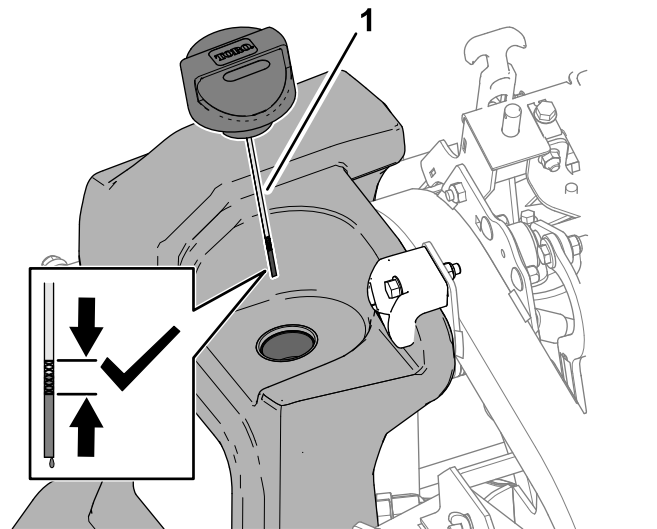

Figura 93
4. Limpie la zona alrededor de la varilla de aceite y el tapón de llenado de aceite (Figura 93).
6. Introduzca la varilla en el depósito (Figura 93).
7. Retire la varilla y el tapón (Figura 93) y compruebe el nivel de fluido.
- Instale la varilla y el tapón (Figura 93) en el depósito.